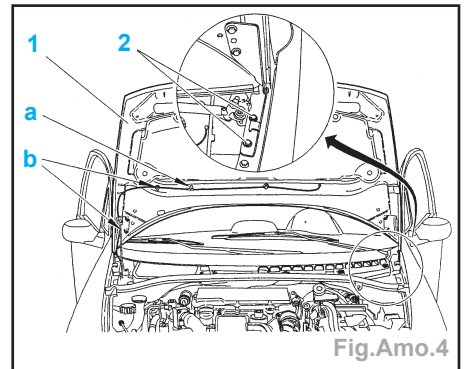

Fig.Amo.4
- Désaccoupler le tuyau de lave-glace en (a) (Fig.Amo.4).